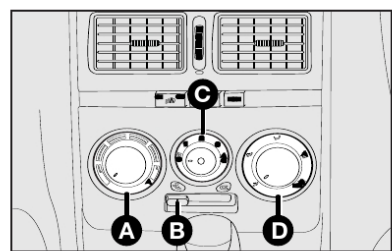

fig. 43
1) Seletor para a temperatura do ar **A-fig. 43** totalmente posicionado à esquerda.
2) Seletor do ventilador **C-fig. 43** posicionado na velocidade máxima.
3) Seletor de distribuição do ar **D-fig. 43** apontado para ↺ ; controlar para que todas as saídas de ar estejam totalmente abertas.
4) Ligar o ar-condicionado apertando o seletor **C-fig. 43**.
COMANDOS fig. 43
O ar-condicionado é muito útil para acelerar o desembaçamento, pois desumidifica o ar. É suficiente regular os comandos para a função de desembaçamento e ativar o condicionador, apertando o seletor **C-fig. 43**.
1) Condicionador de ar ligado: seletor **C-fig. 43**.